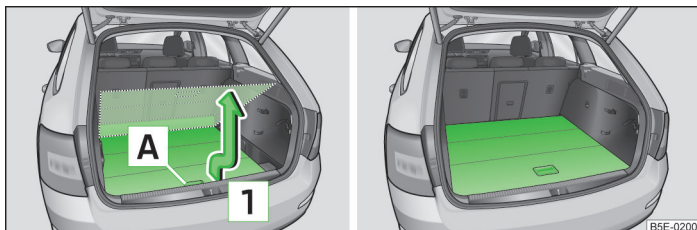

Fig. 95 Réglage de la position supérieure du plancher de chargement variable / plancher de chargement variable sur sa position supérieure
- Saisissez la partie arrière du plancher de chargement variable par la poignée  » fig. 95.